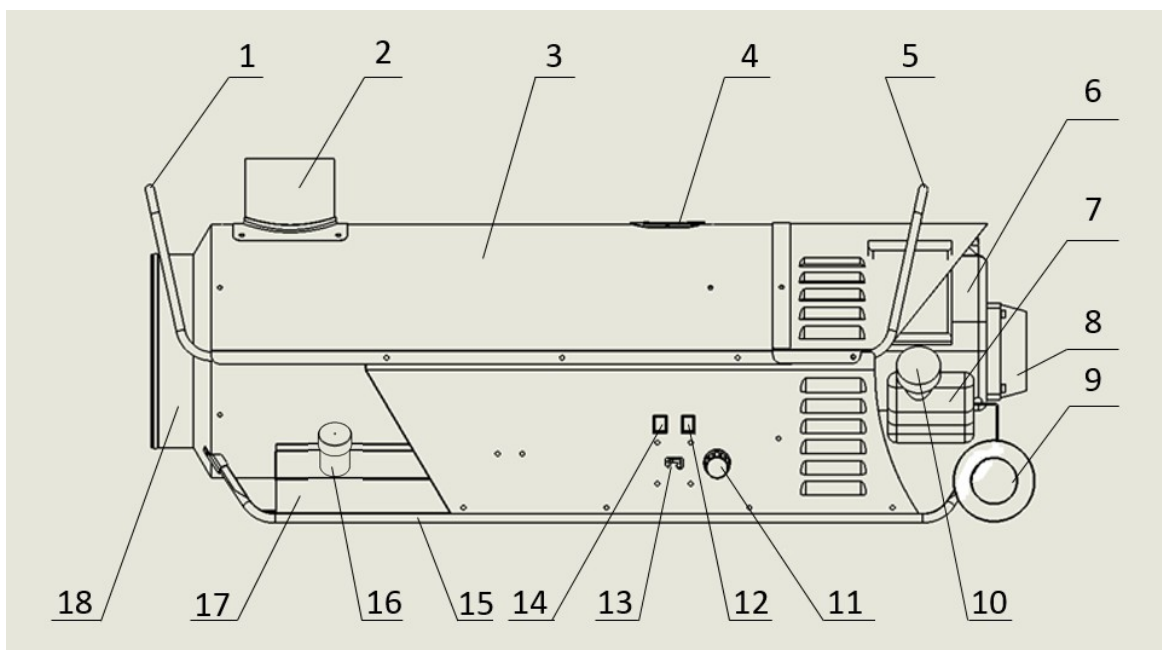

Рисунок 1 - Общий вид подогревателя.
- закрыть кран топливный (рис. 1);
- выключить кнопку «розжиг» (рис. 1);
- убедиться в отсутствии пламени через смотровое окно (рис. 1);